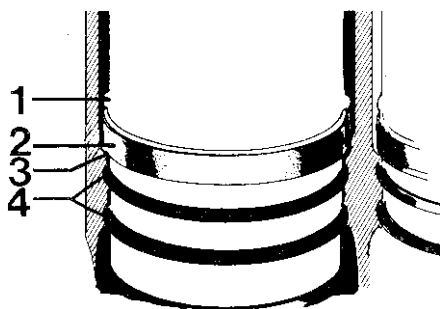

Fig. 56. Nedre tätningsringar, 120-motorn
6. Montera nedre tätningsringarna i blocket och den övre tätningsringen under foderkragen. På 120-serien monteras en bred skyddsring på fodret. Obs! Denna ring får endast monteras på motorer med en ansats på cylinderfodret och på motorblocket, se fig. 56.